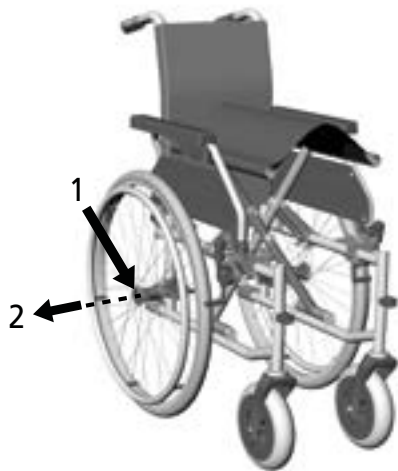

bild 15
1. Tryck med tummarna på stickaxelns spärrknapp i mitten av hjulnavet (1, bild 15).
3. Dra ut rullhjulet och stickaxelns ur axelfästet (2, bild 15).